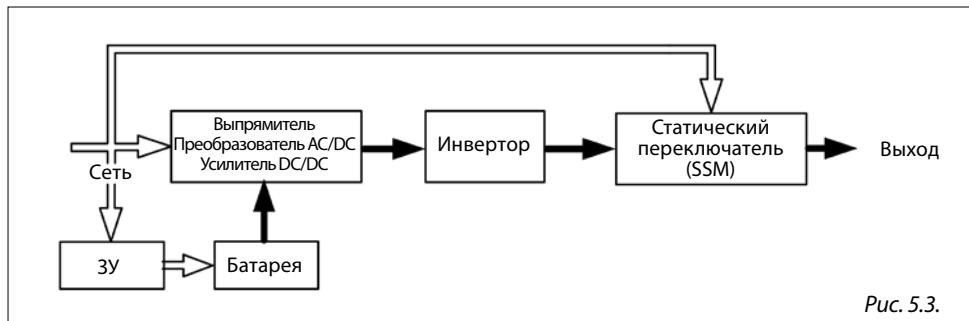

Рис. 5.3.
- При исчезновении напряжения сети ИБП работает, как показано на рис. 5.3. Когда уровень батареи станет низким, зуммер начнет подавать непрерывный сигнал, пока батареи не отключатся. Чтобы не допустить глубокого разряда, ИБП автоматически отключит батареи, когда их уровень опустится до установленного предела.